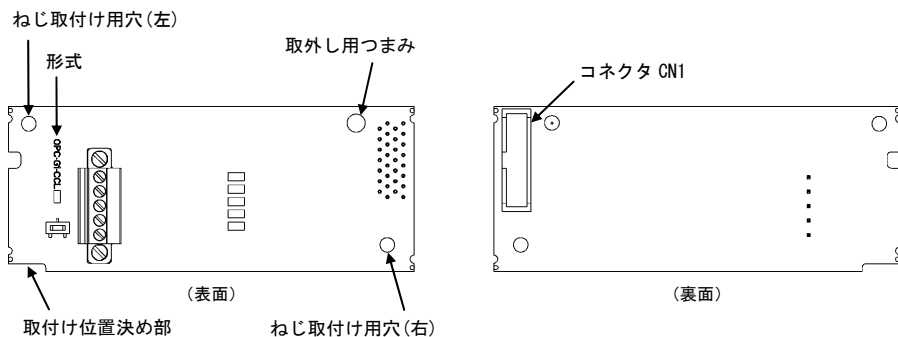

図 1.1 CC-Link 通信カードの各部の名称
- (1) 通信カード、ねじ (M3×8:2本)、取扱説明書 (本書)が入っていることを確認してください。
- (2) 通信カード上の部品の異常、凹み、反りなど輸送時での破損がないことを確認してください。
- (3) 通信カード上に形式「OPC-G1-CCL」が印刷されていることを確認してください。(図 1.1 参照)
- 通信カードの裏面 (図 1.1) の CN1 を、インバータ本体の制御プリント基板の A-port (CN4) へ差し込み、付属ねじで固定してください。(図 3.3)
注意 通信カードの取付け位置決め部 (図 1.1) がツメ (図 3.2 の①) にセットされ、CN1 (図 3.2 の②) が確実に差し込まれていることを確認してください。図 3.3 は取付け完了を示します。